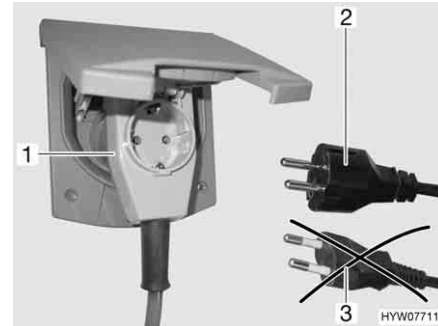

Bild 100 Anschluss an eine Winkel-
- ▶ Bei Verwendung einer CEE 17 Winkelkupplung mit rückseitig eingebauter Steckdose (Bild 100,1) nur einen gummierten und versiegelten IP 44 Stecker mit Schutzkontakt (Bild 100,2) verwenden. Keine Stecker ohne Schutzkontakt (Bild 100,3) verwenden. Gefahr eines Stromschlages!